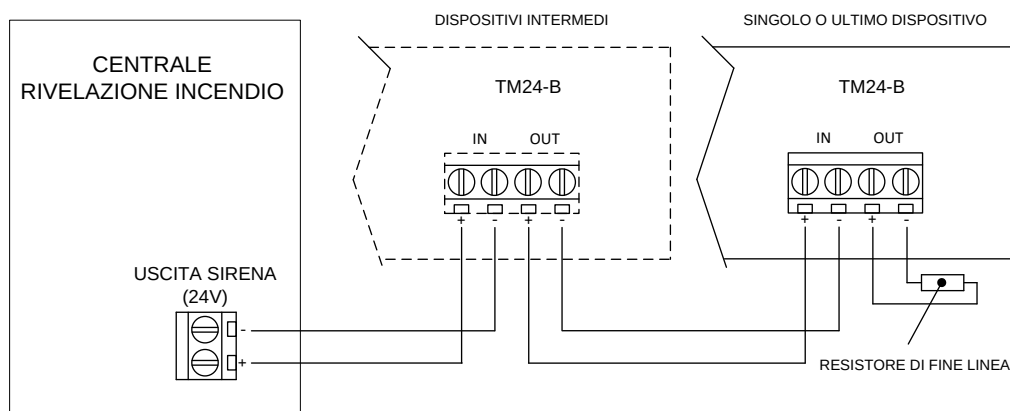

Figura 4 - Conessioni elettriche – Uscita sirena con uno o più dispositivi sonori
- Collegare il dispositivo TM24-B secondo gli schemi rappresentati in *figura 4*.